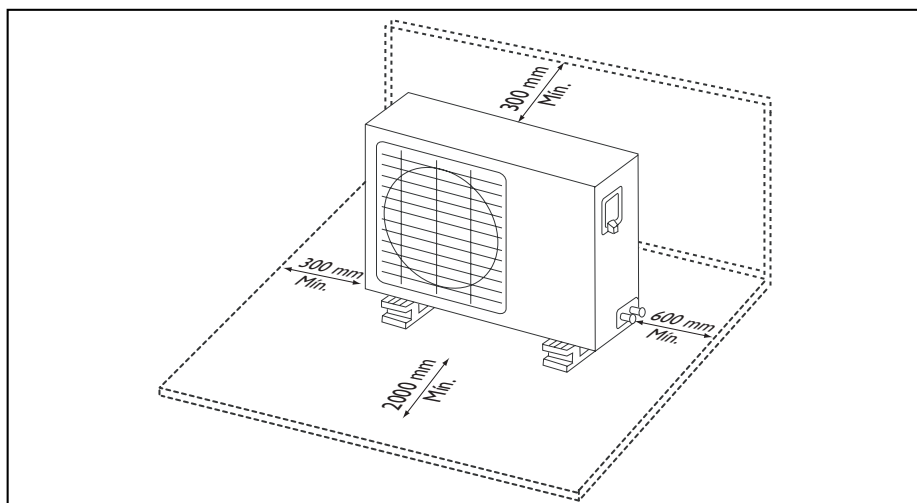

FIGURA 2 - ESPAÇAMENTOS
- * As distâncias mínimas e os espaços recomendados, veja a figura 2.